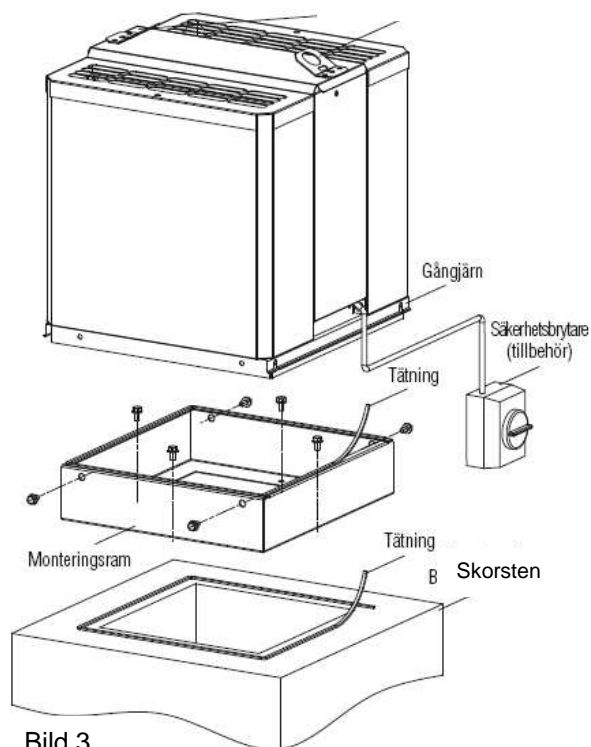

Bild 3.
1. Montera medlevererade tätning på skorsten, se Bild 3.
3. Montera medlevererade tätning på monteringsramens övre kant, se Bild 3.